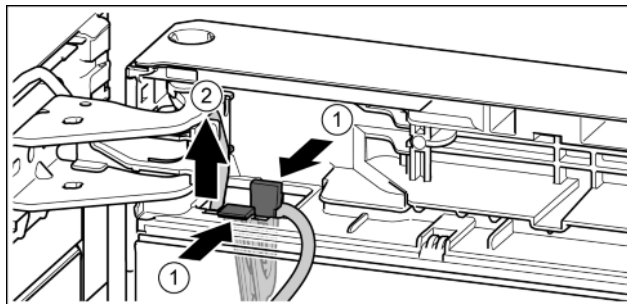

Fig. 20
- ▶ Stlačte strmeň. Fig. 20 (1)
- ▶ Vytiahnite držiak kábla s káblom na ňom upevneným. Fig. 20 (2)